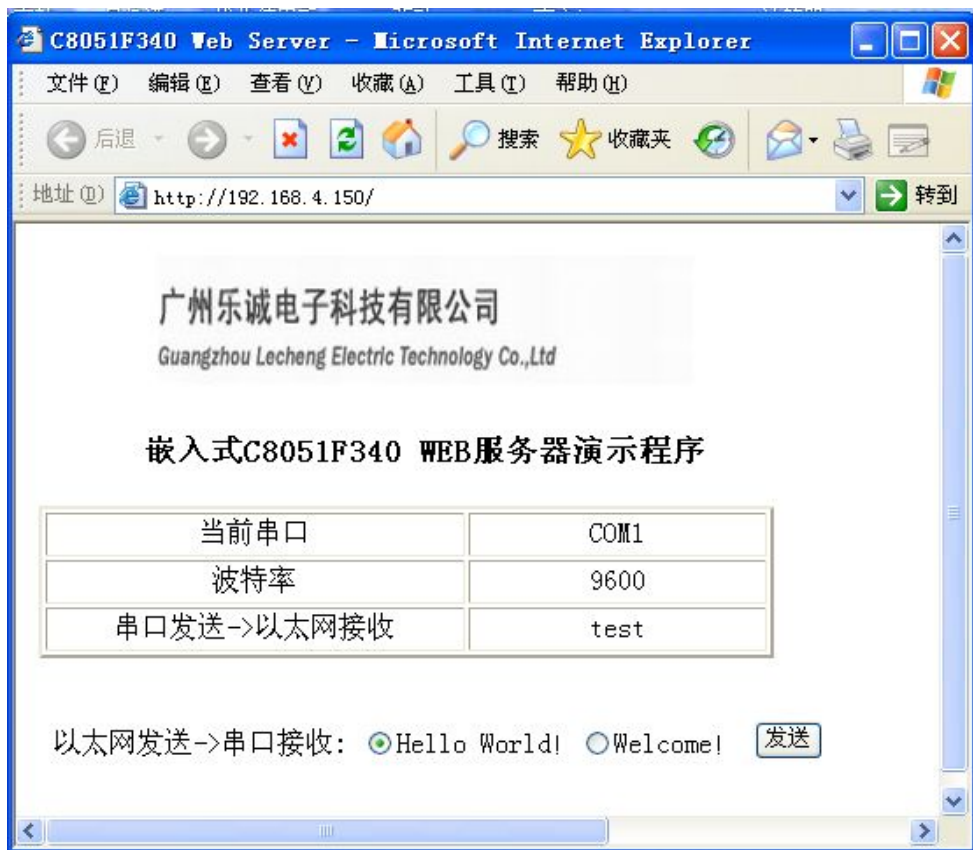

图 4-8 WebServer 首页
Step2: 设置 PC 的 IP 为 192.168.4.*, 使单片机跟电脑的 IP 在同一子网内, 然后通过 IE 输入 192.168.4.150 可以看到如图 4-8。(也可以通过 **hub** 进行连接(用非交叉网线), 但是要保证网络中没有和单片机相同的 IP 地址的电脑。串口线特制, 不能用其它的串口线代替, 否则收不到数据):